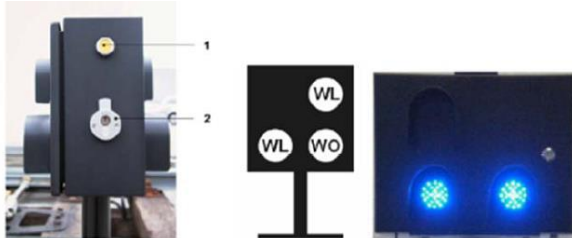

Abbildung 2 (WLM Bedienung von der Seite und Frontansicht)
Jede Weiche hat am Weichenantrieb einen Weichenlage- und Weichenordnungsmelder (WLM und WOM), der dem Triebfahrzeugführer (Tf) die ordnungsgemäße Funktion und die Endlage der Weichenzungen angezeigt. Zeigt der Weichenlagemelder links bzw. rechts vom Weichenordnungsmelder Ruhelicht (Abbildung 2) hat die Weiche links- bzw. Rechtslage. Zeigt der WLM über dem WOM Ruhelicht, heißt das Geradeausfahrt. WLM und WOM **müssen** vor dem Befahren Ruhelicht zeigen. Ausnahme: Die Rangierfahrt befährt eine falschschließende, stumpf befahrene Weiche mit weniger als 10 km/h. Mit dem Befahren des Schienenkontaktes läuft die EOW in die gewünschte Stellung, bevor die erste Achse die Weichenzunge erreicht hat.
- Grundeinstellung herstellen, wenn die Weiche frei liegt. Den DB21-Schlüssel in den Weichenlagemelder (WLM, siehe Abbildung 2) einführen und die Grundstellung herstellen.